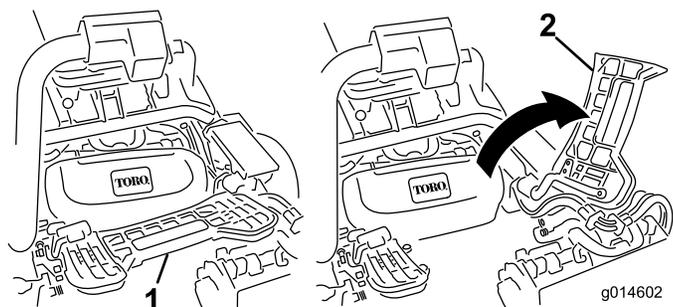

图 53
2. 提起搁脚板并翻开，以便接触到中间滚刀组位置（图 53）。